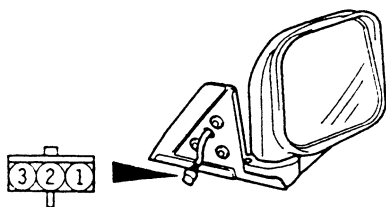

图 12-68 检查后视镜调整总成
(1) 检查后视镜调整总成。如图 12-68 所示，接上电源，检查各端子作用是否如表 12-23 所示方式动作。